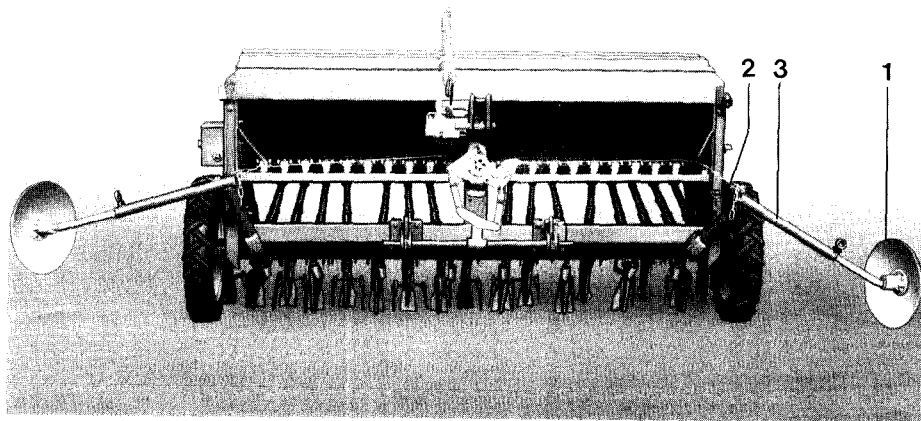
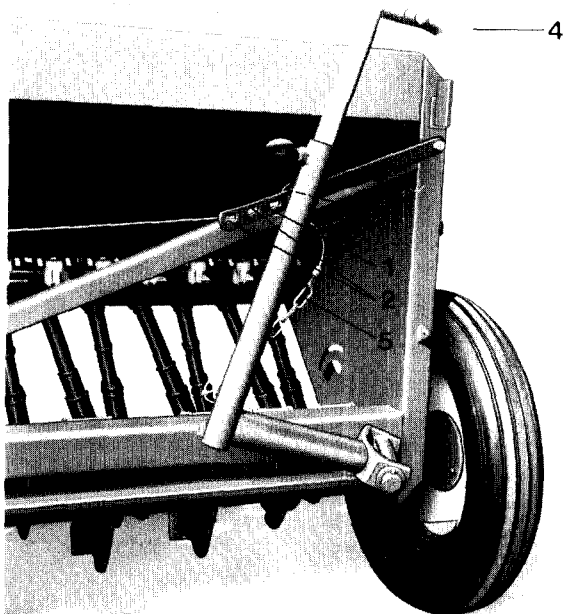
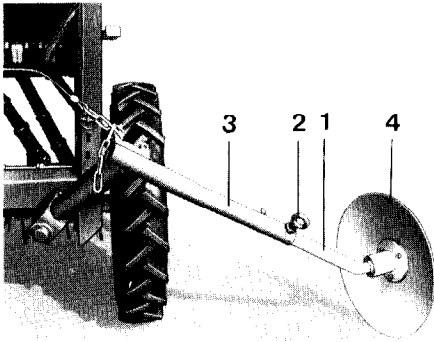
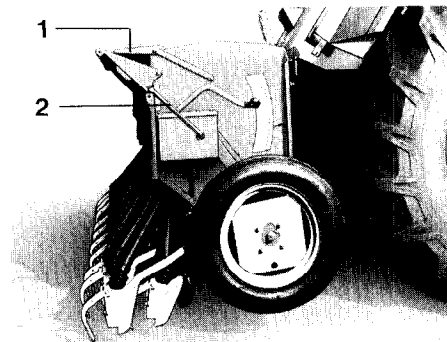

Fig. 1
Fig. 2
Fig. 3
Fig. 6
Für den Transport der Drillmaschine sind die Spuranreißer hochgeschwenkt. Die Transportsicherung erfolgt durch Einstecken der Laschen (Fig. 2/1) in die Löcher (Fig. 2/2) und durch zusätzliche Sicherung mittels Klappsplint (Fig. 2/3). Bei Beginn der Säararbeit wird auf dem Felde diese Sicherung gelöst. Die Spuranreißer werden in Arbeitsstellung nach unten geschwenkt, so daß die Schare der Hakenspuranreißer (Fig. 2/4) oder die Spurscheiben (Fig. 1/1) auf dem Boden aufliegen. Nun wird die Spuranreißerkette (Fig. 1/2 und Fig. 2/5) am Spuranreißer-Unterteil in den Kettenhaken (Fig. 1/3) eingehängt, und zwar so, daß die Seile **leicht** durchhängen, wenn der Umlenkhebel zu der betreffenden Seite des Spuranreißers geneigt ist (Arbeitsstellung). Durch Schwenken des Spuranreißer-Umlenkhebels wird dann der jeweils gegenüberliegende Spuranreißer hoch genug ausgehoben. Der Tiefgang der Spuranreißer wird durch die Seile mit den Kettenenden begrenzt. Haben die Spuranreißer auf rauhem Saattbett oder bei der Arbeit auf der Pflugfurche einen zu großen Tiefgang, besteht die Gefahr von Beschädigungen.
Das Spuranreißer-Oberteil (Fig. 3/1) wird mit der Ringschraube (Fig. 3/2) im Spuranreißer-Unterteil (Fig. 3/3) festgestellt. Die Ringschraube kann mit der Griffseite der Abdrehkurbel (Fig. 6/2) gelöst bzw. angezogen werden. Durch Drehen des Oberteiles (Fig. 3/1) in seinem Halterohr kann je nach Bodenbeschaffenheit der Hakenspuranreißer (Fig. 2/4) oder die
Spurscheibe (Fig. 3/4) mehr oder weniger stark anreißen, wobei die Ringschraube stets fest angezogen sein muß, um ein selbständiges Verstellen der Oberteile zu verhindern. Die „D7 Special II“, welche serienmäßig mit Hakenspuranreißern (Fig. 2/4) ausgestattet wird, kann auch mit Spurscheiben (Fig. 3/4) ausgerüstet werden (siehe Sonderzubehör).
Zu diesem Zweck wird der Deckel mit beiden Händen möglichst in der Mitte der Maschine an der Griffleiste angefaßt und nach hinten aufgezogen. Der Deckel (Fig. 6/1) ist stabil genug, um schwere Säcke tragen zu können. Man sollte also den Sack mit dem Saatgut auf den Deckel ablegen, den Sack öffnen, die eventuell im Sack befindlichen Zettel herausnehmen und dann das Saatgut in den Behälter der Drillmaschine einfließen lassen. Man kann das Saatgut noch mit der Hand gleichmäßig im Behälter verteilen. Wenn sich das Saatgut auf einem Anhänger befindet, kann man die Drillmaschine ganz dicht an den Wagen heranfahren. Die Bedienungsperson kann auf den Anhänger steigen und zum Befüllen der Drillmaschine auf den zurückgeklappten Deckel treten.
- a) die Spuranreißer in Transportstellung bringen (einfach einklappen) und mittels Laschen (Fig. 2/1) und Klappsplint (Fig. 2/3) sichern, und
Sobald die Maschine für längere Zeit abgestellt wird, müssen unbedingt die Bodenkappen geöffnet bleiben. Auch der Saatkastendeckel (Fig. 6/1) ist zu öffnen. **Nur so wird verhindert, daß Ungeziefer (Mäuse und Ratten) versucht, durch Zernagen von Kunststoffteilen (Bodenklappen, Säräder) an eventuell im Behälter verbliebene Getreidereste zu gelangen.**